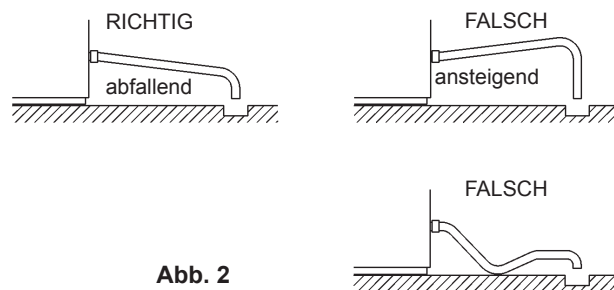

Abb. 2
- \* Um einen Rücklauf in den Vorratsbehälter zu verhindern, muss die Ablaufleitung wie in Abb. 2 gezeigt ausgelegt sein.